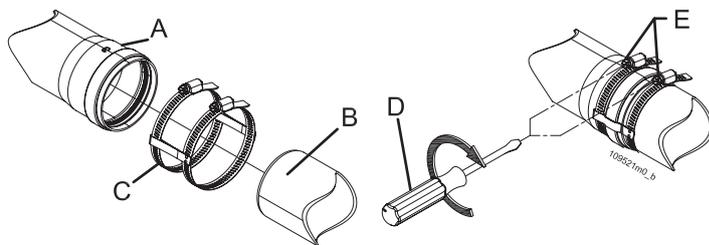

Figura 5-30 - Fissaggio dei condotti di scarico
**ATTENZIONE!!!** Assicurate meccanicamente gli incastri fra i vari elementi componenti il condotto di scarico e di aspirazione mediante l'utilizzo di sistemi di fissaggio o sistemi equivalenti (Figura 5-30).